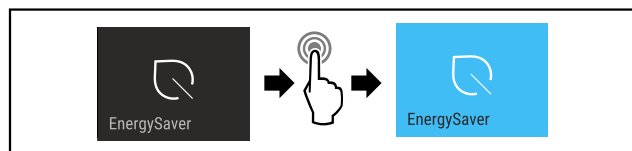

Fig. 14
- ▶ Wykonać czynności (patrz Fig. 14) .